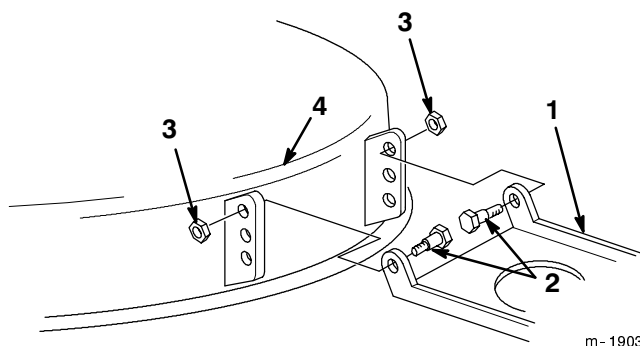

Figure 51
11. S'il est impossible d'obtenir l'inclinaison avant de 6 à 16 mm requise en tournant l'écrou de réglage, déplacez le pivot sur le plateau (Fig. 51).
12. Enlevez les boulons à épaulement et les contre-écrous de la machine (Fig. 51).
13. Placez le pivot du plateau dans le trou inférieur et remettez les boulons à épaulement et les contre-écrous (Fig. 51).